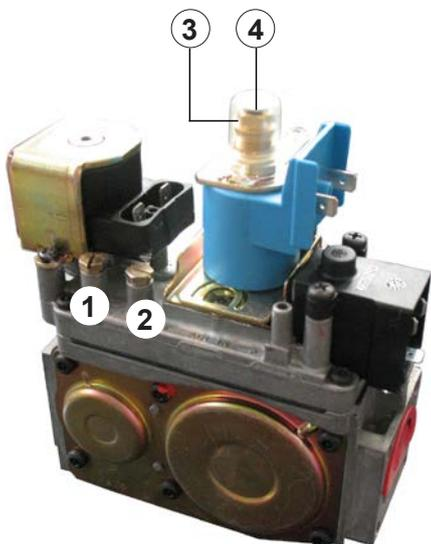

Fig. 171 Electroválvula gas
- d) Para medir y controlar la presión gas en entrada destornillar el tornillo e introducir el manómetro en la toma de presión n° 1 (fig. 171).
- e) Para medir y controlar la presión gas en salida destornillar el tornillo e introducir el manómetro en la toma de presión n° 2 (fig. 171).